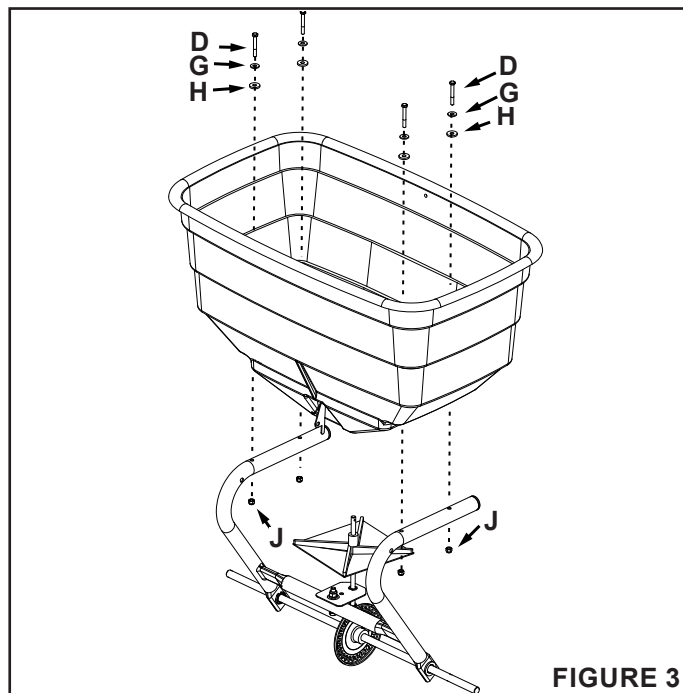

FIGURE 3
ÉTAPE 3 : (VOIR FIGURE 3)
- Installez la trémie sur l'ensemble du châssis à l'aide des quatre rondelles en nylon (H), des rondelles (G) et des boulons de 1/4 po x 2 po (D). Serrez le tout avec les quatre écrous de 1/4 po (J). Voir figure 3.